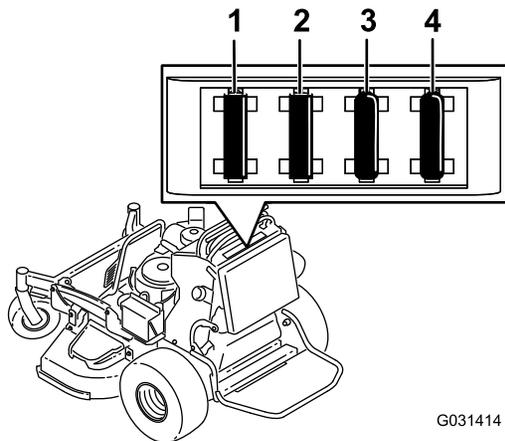

Рисунок 57
4. Выньте предохранитель и замените его (Рисунок 57).